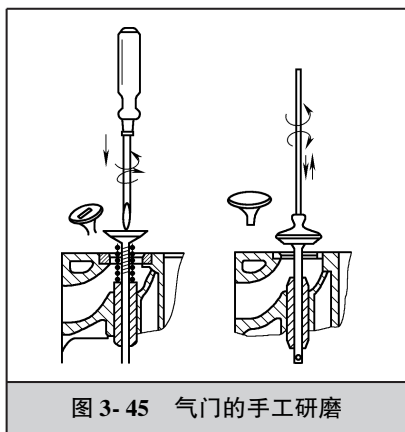

图 3-45 气门的手工研磨
1) 手工研磨。研磨前应先用汽油清洗气门、气门座和气门导管，将气门按顺序排列或在气门头部打上记号，以免错乱。在气门工作锥面上涂上一层薄薄的粗研磨砂，同时在气门杆上涂以机油，插入气门导管内。利用螺钉旋具或橡皮捻子按图 3-45 所示，将气门作往复和旋转运动与气门座进行研磨，注意旋转角度不宜过大，并不时地提起和转动气门，变换气门与座的相对位置，以保证研磨均匀。当气门工作面与气门座工作面磨出一条较完整且无斑痕的接触环带时，可以将粗研磨砂洗去，换用细研磨砂，继续研磨。当工作面出现一条整齐的灰色的环带时，再洗去细研磨砂，涂上润滑油，继续研磨几分钟即可。